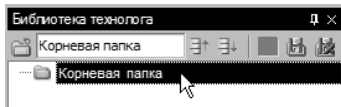

Рисунок 36
15. Нажмите кнопку  **Взять на изменение**. Панель инструментов библиотеки изменилась и корневая папка стала доступна для редактирования (рис. 36). Для переименования папок служит окно на панели инструментов библиотеки. Введите вместо названия «Корневая папка» новое – «Операции контроля» и нажмите <Enter>. Название папки изменилось.